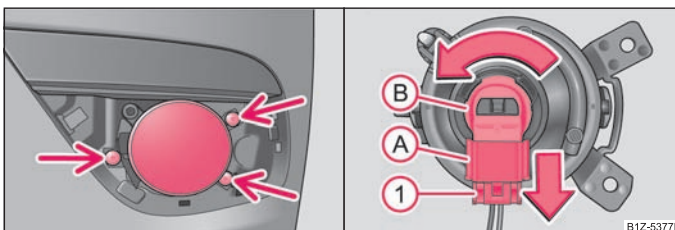

Fig. 196 Bara de protecție față: Farurile de ceață / Farurile de ceață: Înlocuirea becului
- Deșurubați, cu ajutorul șurubelniței* din trusa de scule²²⁾, șuruburile ⇒ fig. 196 - stânga.